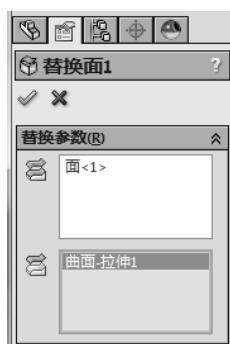

图 6-123 设置替换面属性
- 设置替换面属性，在“替换参数”中替换的目标面选择圆柱模型的前面“面<1>”，替换曲面选择“拉伸曲面 1”，如图 6-123 所示。